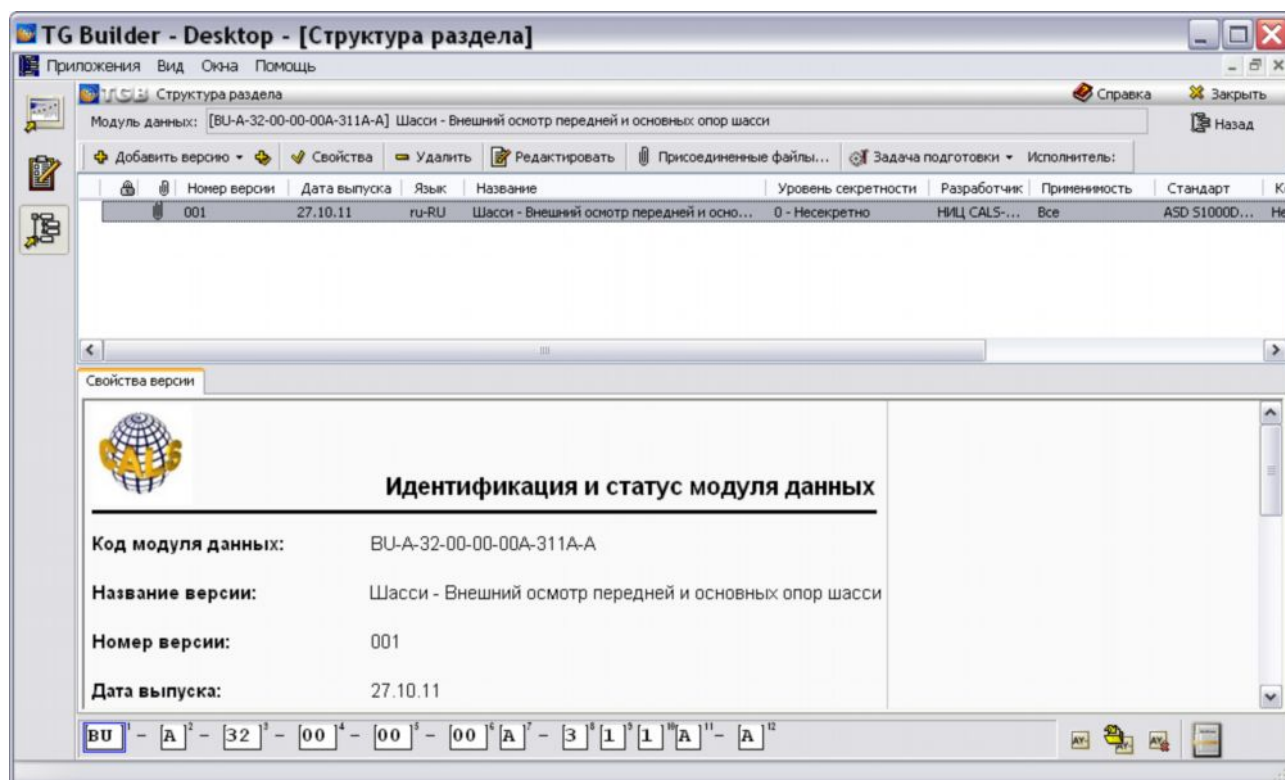

Рис. 5.2
1. Щелкните два раза левой кнопкой мыши по прямоугольнику элемента. При этом откроется редактор версий модуля данных (Рис. 5.2).